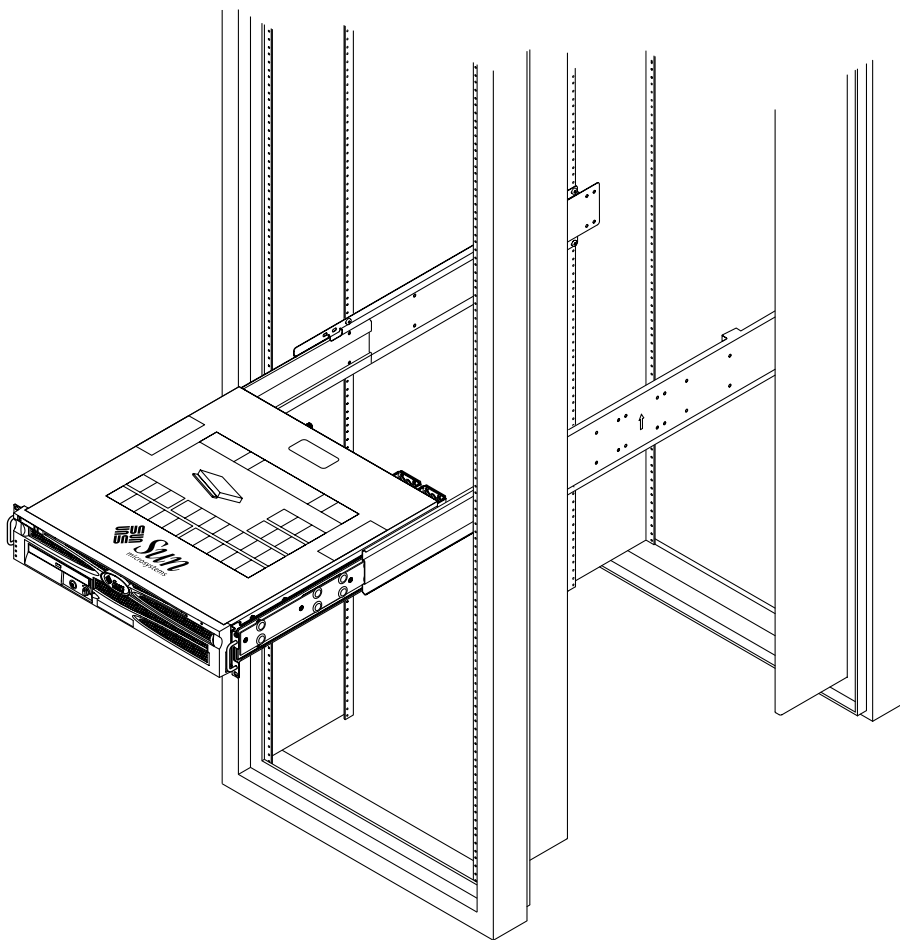

FIGURE 3-12 Coulissement du système dans l'armoire
14. Enfoncez les boutons des glissières et faites glisser le système jusqu'au fond de l'emplacement de l'armoire (FIGURE 3-12).